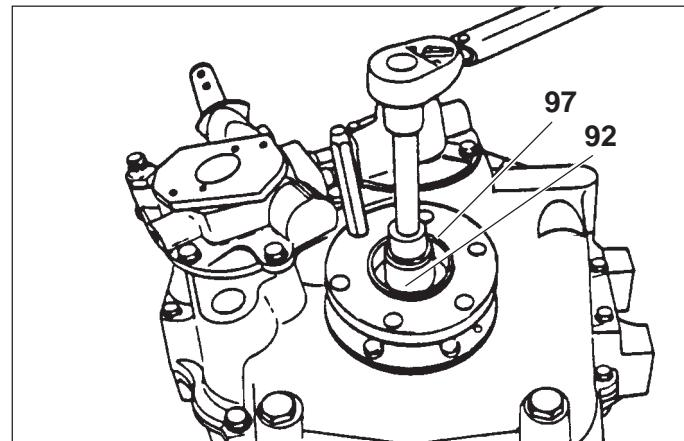
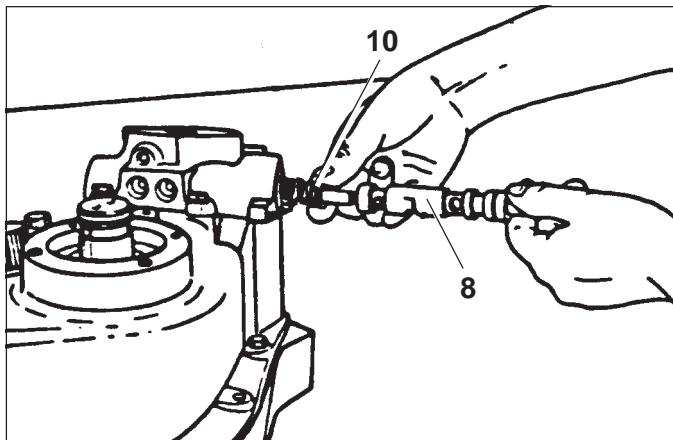

Fig. 45
Fig. 46
- 6a) Fissare il coperchio (80) e il distributore (7) alla cassa usando le viti (11) e (35) e le rondelle (12). Coppia di serraggio: 22, 5 Nm.
- 7) Montare sulla flangia (98) la guarnizione di tenuta (95). Montare la flangia (98) completa di anello OR (96). Serrare le viti con coppia di serraggio di 13 Nm.
- 8) Ricoprire con un leggero strato di grasso il labbro dell'anello di tenuta (95).
- 9) Montare la flangia (97) facendo attenzione a non rovinare il labbro dell'anello di tenuta. Montare la rondella (91), la rondella di sicurezza (92); avvitare la vite (93) con coppia di serraggio di 275 Nm (Fig. 45).
- 10) Montare sull'estremità dell'albero di rinvio il giunto (107), quindi la pompa (22). Avvitare le viti (21), complete di rosette (20), con coppia di serraggio di 13 Nm.
- 11) Introdurre nel supporto pompa olio (7) la cartuccia filtro (24), avvitare i tappi (26) completo di guarnizione (25). Coppia di serraggio: 50 Nm.
- 12) Introdurre nel corpo distributore il piattello (34), la molla (10), la valvola (9), l'albero (8) completo di anello OR (6) (Fig. 46).
- and tight bolts (11) and (35) and washers (12). Tightening torque: 22,5 Nm.
- 7) Put the seal (95) into the flange (98). Put on the flange (98) complete with the OR ring (96). Lock the screws with a clamping couple of 13 Nm.
- 8) Cover the sealing ring lip (95) with a light layer of grease.
- 9) Put on the flange (97) taking care not to ruin the lip of the sealing ring. Put on the washer (91), the safety washer (92); tighten the screw (93) with the clamping couple of 275 Nm (Fig. 45).
- 10) Put the joint (107) on the extreme end of the counter shaft and then the pump (22). Tighten the screw (21) complete with washers (20), with a clamping couple of 13 Nm.
- 11) Introduce the filter cartridge (24) into the oil pump support (7) and screw down the tap (26) complete with seal (25). Tightening torque: 50 Nm.
- 12) Put the washer (34), the spring (10), the valve (9), the shaft (8) complete with OR ring (6) into the distributor casing (Fig. 46).